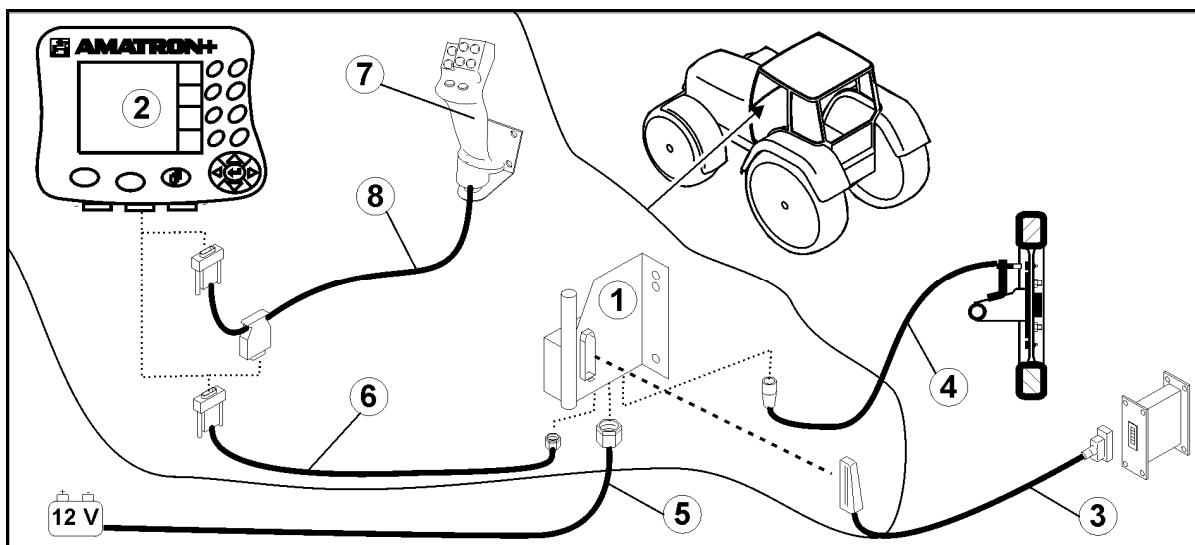
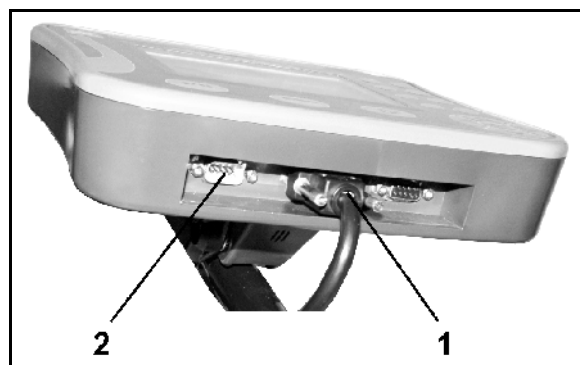

Fig. 1
Fig. 2
- Grundutrustningen (Fig. 1/1) (konsol med fördelare) ska monteras till höger om föraren i traktorhytten, inom syn- och räckhåll, vibrationsfritt och elektriskt ledande.
- Batterikabel (Fig. 1/5).
- Signalkabel för traktorsignalluttaget eller trippmätarsensor (Fig. 1/4).
- Anslutningskabel till **AMATRON⁺** (Fig. 1/6).
- Anslut **AMATRON⁺** (Fig. 1/2) till traktorns grundutrustning.
- Anslut stickkontakten på anslutningskabeln (Fig. 1/6) till det 9-poliga D-sub-uttaget i mitten (Fig. 2/1).
- Anslut maskinen med maskinstickkontakten (Fig. 1/3) till **AMATRON⁺**.
Joysticken (Fig. 1/7) ansluts med en Y-kabel (Fig. 1/8).
- En PDA kan anslutas till det seriella gränssnittet (Fig. 2/2).